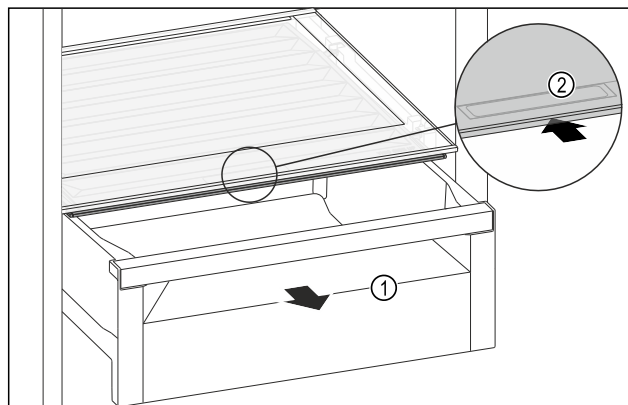

Fig. 117
- Retirer le tiroir Fig. 117 (1).
- Saisir la poignée encastrée Fig. 117 (2) du couvercle du compartiment et pousser le couvercle du compartiment vers l'arrière.